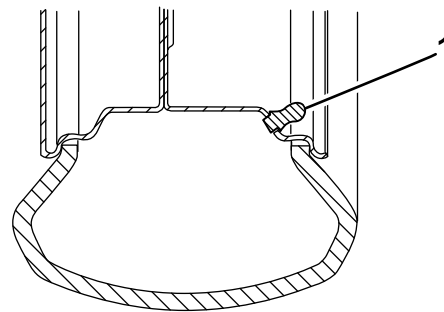

Figura 2
4. Montate l'estensione dello stelo della valvola sullo stelo della valvola (Figura 2).